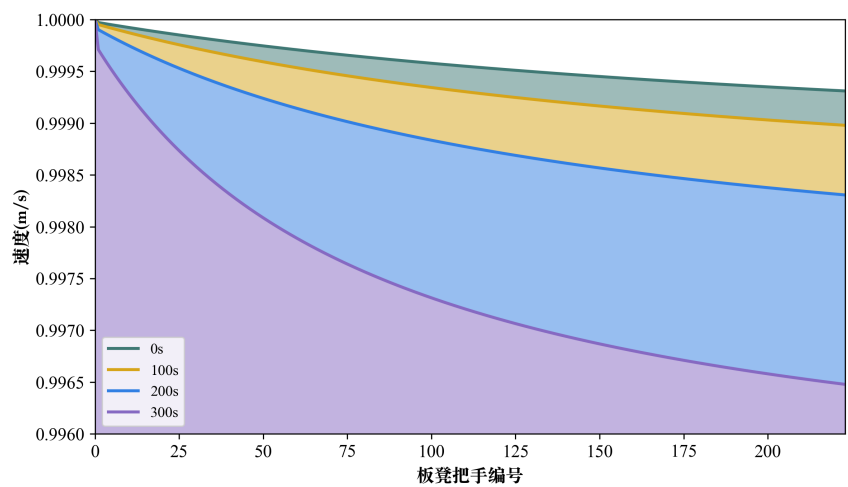

图 4 不同时刻下板凳龙把手的速度情况
- 如图 4所示，随着时间增加，各节龙身把手以及龙尾速度均在减小，且龙身把手位置